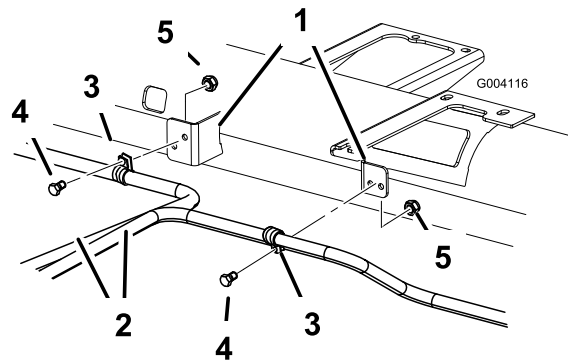

Figura 13
1. Montate i serratubi a R rimossi precedentemente utilizzando 2 viti e dadi di bloccaggio per fissare i tubi idraulici al telaio della macchina illustrato in Figura 13.